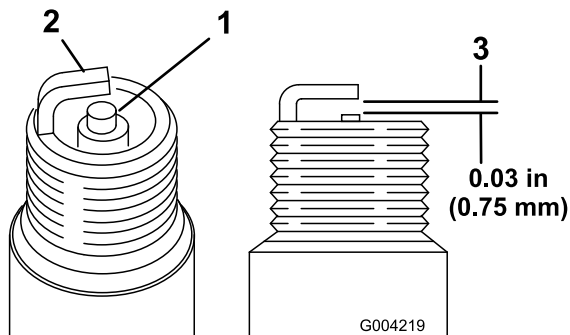

Bild 16
1. Sehen Sie sich die Mitte der Zündkerzen an (Bild 16). Wenn der Kerzenstein hellbraun oder grau ist, ist der Motor richtig eingestellt. Eine schwarze Schicht am Kerzenstein weist
2. Prüfen Sie den Abstand zwischen den mittleren und seitlichen Elektroden (Bild 16).
3. Verbiegen Sie die seitliche Elektrode (Bild 16), wenn der Abstand nicht stimmt.